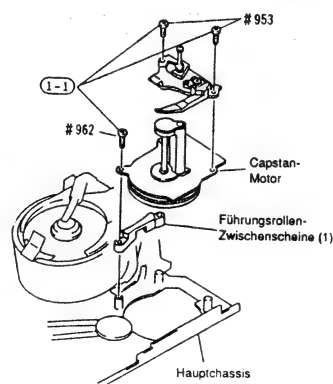

Abb. 2-64
(1) Capstan-Motor
- Drei (3) Befestigungsschrauben des Capstan-Motors entfernen (siehe Abb. 2-64).
(2) Führungsrollen-Zwischenschleife (1)
- Die Führungsrollen-Zwischenschleife (1) aus dem Hauptchassis herausziehen (siehe Abb. 2-64).